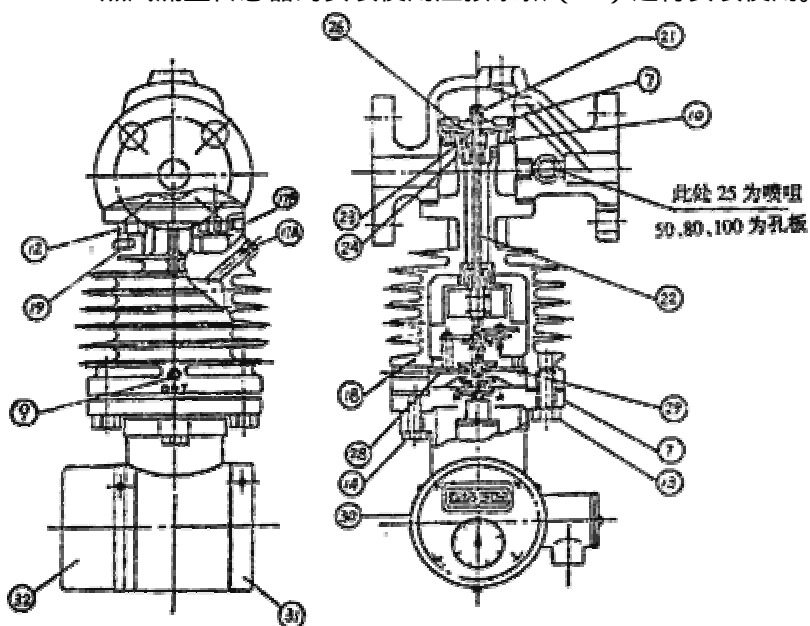

图 3
9. 通气时,应缓慢打开流量计前后管道阀门,以免瞬时流量过大,损坏流量计,当指针不停的旋转时,说明流量计已正常运转,同时检查以下工作压力和压力标尺,是否一致(图 3),如一致,即可投入使用。可通过计时就能看出瞬时流量,以便检验选用的流量计规格是否恰当。